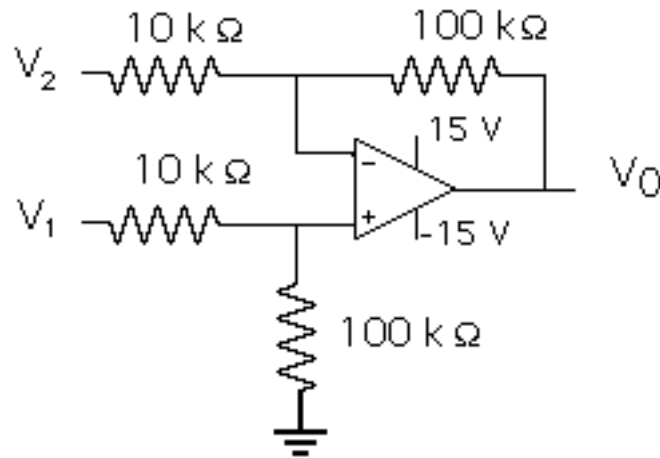

Figura 2.1.- Amplificador diferencial básico
4.- Para el circuito mostrado en la Figura 2.1 (Amplificador diferencial básico):
4.- Monte el circuito de la Figura 2.1 y realice las siguientes mediciones, anotando los resultados en las tablas preparadas por Ud. y registre cualquier observación de interés para analizar los resultados obtenidos.